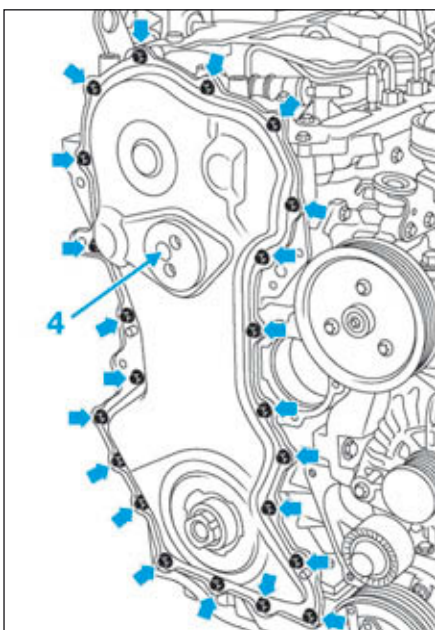

FIG.90
- Déposer les vis du carter de distribution sur son pourtour et dans le trou (4) (Fig.90).